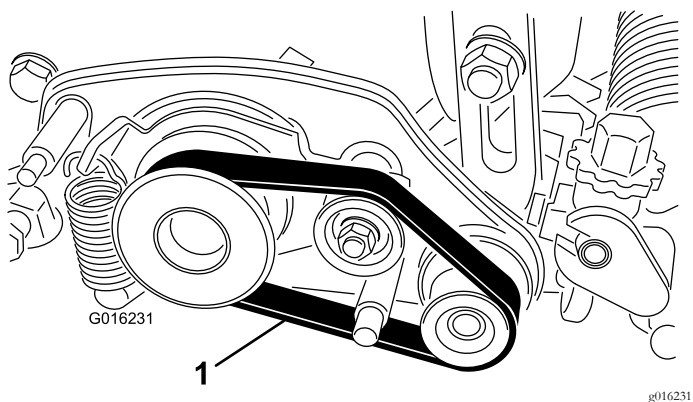

图16
36. 在主动皮带轮、怠轮皮带轮和从动皮带轮上装上皮带、如图16所示。